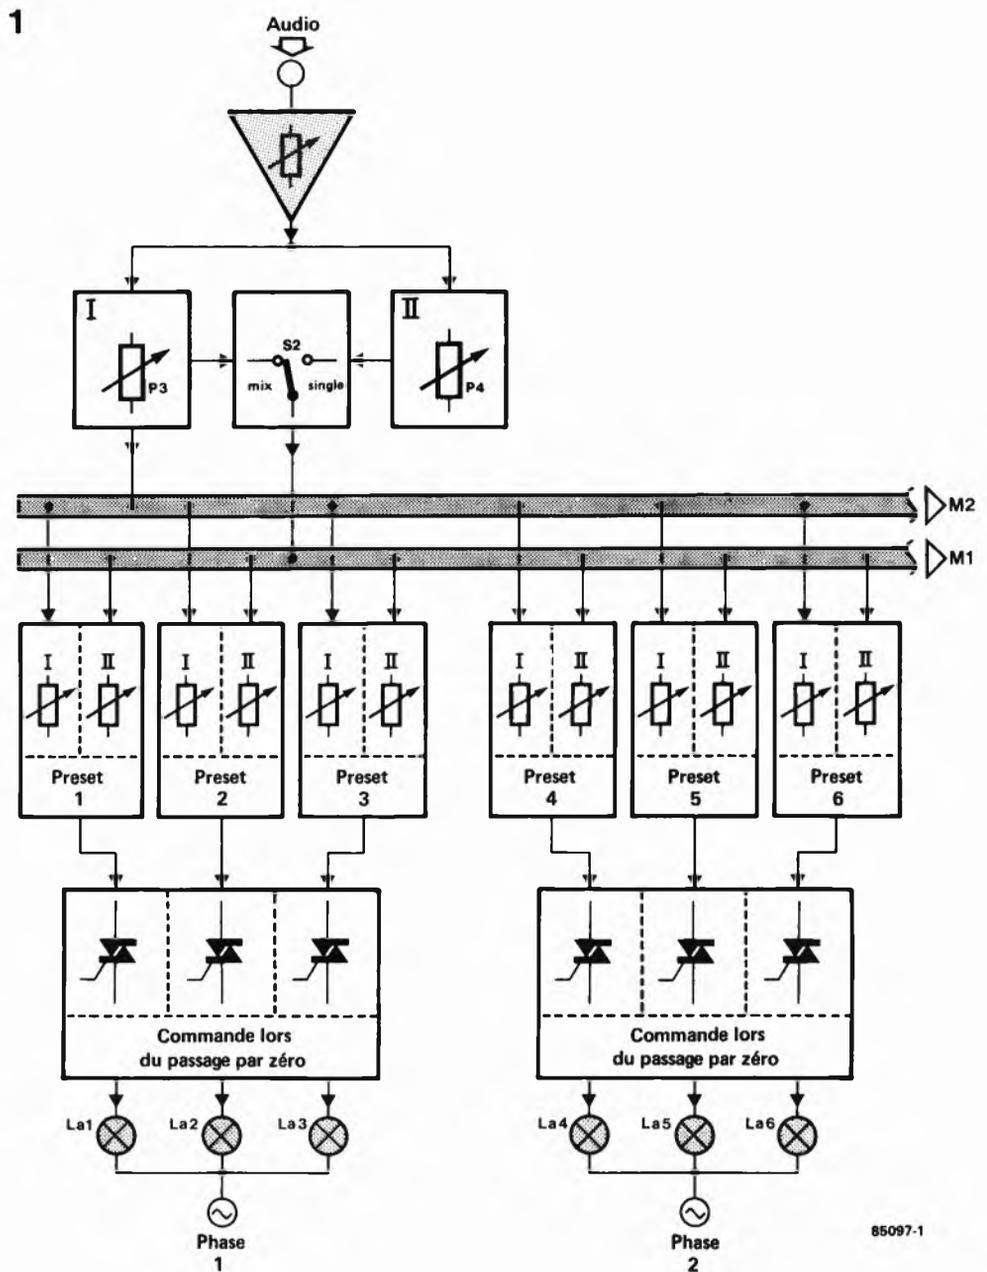

Figure 1. Synoptique de l'ensemble du montage. Les trois étages horizontaux reproduisent la hiérarchie existant entre les différents sous-ensembles.
Figure 2. Schéma du circuit principal. Sa partie supérieure correspond au haut du synoptique de la figure 1. La partie inférieure montre l'alimentation et le générateur de la tension de référence.
Le synoptique de la **figure 1** montre les différents sous-ensembles fonctionnels composant Illuminator. On peut y définir trois "étages" superposés. Les deux organes de commande généraux (les blocs I et II), associés à l'entrée audio (avec son électronique) et à un inverseur S2, forment les "combles" de notre montage. S2 sert à passer d'un éclairage à l'autre. En position Single (I), il est possible d'agir séparément sur les potentiomètres des voies I et II. En position Mix (= I + II), seul le potentiomètre I est actif et commande les deux canaux simultanément. L'une des positions extrêmes du potentiomètre I met le canal I en fonction; l'autre butée de ce même potentiomètre active le canal II; en position médiane, on obtient un mixage symétrique des deux canaux. S2 permet de réaliser des fondus enchaînés de toute beauté.